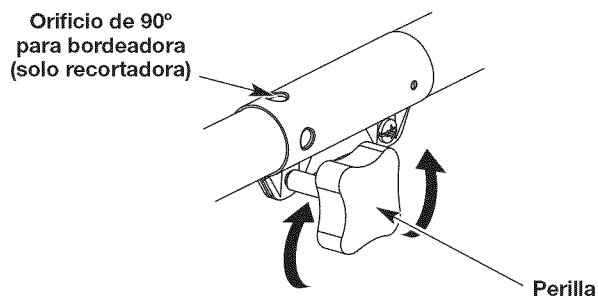
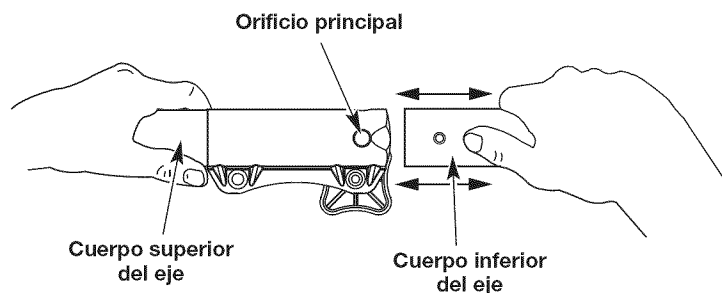

Fig. 1
Fig. 3
1. Para aflojar, gire la perilla en sentido contrario a las agujas del reloj (Fig. 1).
2. Mientras sostiene el accesorio con firmeza, empuje en línea recta hacia dentro del acoplador Convertible™ hasta que el botón de desconexión encaje firmemente en el agujero principal (Fig. 3).
3. Para apretar, gire la perilla en el sentido de las agujas del reloj (Fig. 1).
PRECAUCIÓN: Antes de operar esta unidad, cerciórese de que el botón de liberación esté completamente encajado en el orificio principal (Fig. 3) y de que la perilla (Fig. 1) esté bien apretada.
Para hacer cortes (orillados) decorativos con el accesorio de corte del cabezal de línea, trabe el botón de desconexión del accesorio en el interior del orificio de 90° (Fig. 1).
3. A la vez que sujeta firmemente la caja del eje superior, saque el accesorio del acoplador Convertible™ (Fig. 3).